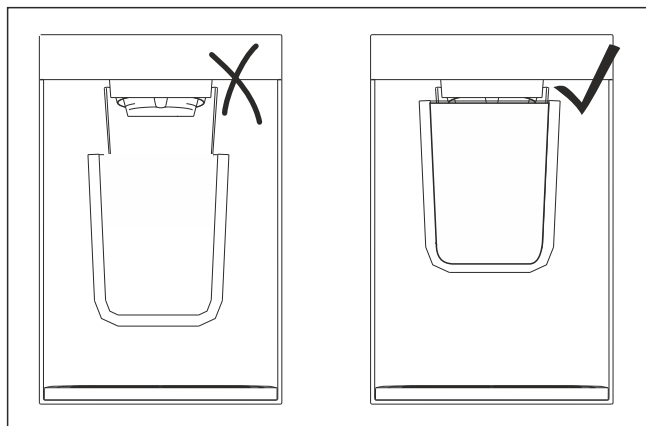

Fig. 103 Beispielhafte Darstellung
- Gefäß möglichst nahe an Ausgabeöffnung halten. (siehe Fig. 103)